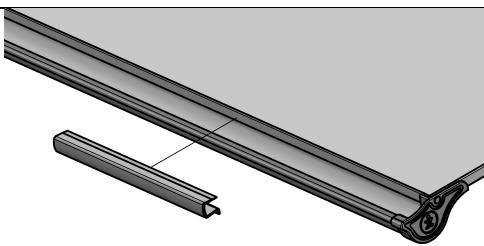

Рис. 18
4.6.8. На столешницу надеть линейку с упором (поз. 1, пакет №2) согласно рис. 18